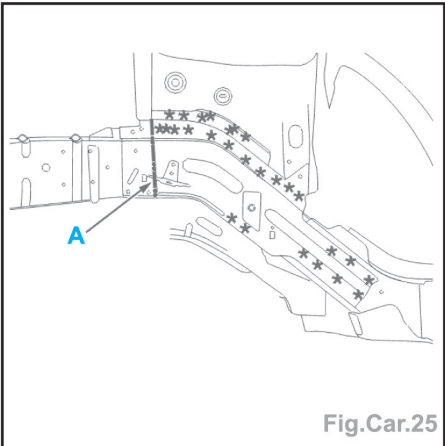

Fig.Car.25
- Tracer puis couper la fermeture de brancard (suivant **A**) (Fig.Car.25).